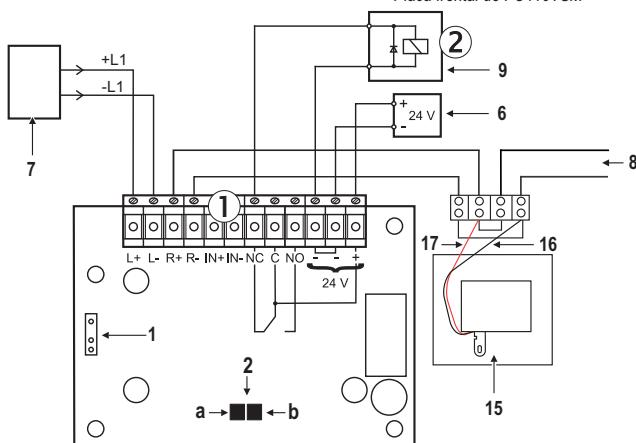

Fig. 4 Diagrama de conexiones del FC410TSM con Pulsador de rotura de cristal direccional.
- 6) Para saber sobre as configurações de cabeamento do FC410TSM, consulte as Figs. 4 e 5.